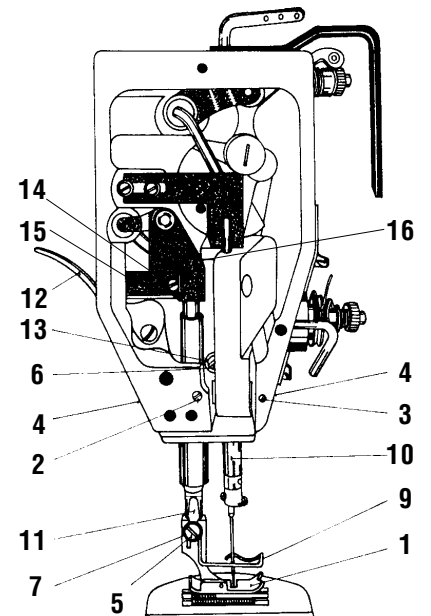

Abb. 5
8. Presserfuß austausch (Fig. 5)
9. Einstellung der Presserfußlüftung (Abb. 5, 6, 8)
10. Einstellung der Nadelstangenhöhe (Abb. 5)
15. Einstellung des Nadeleinstiches in die Mitte der Nadelrille in der Stichplatte in der Längsrichtung (Abb.5)